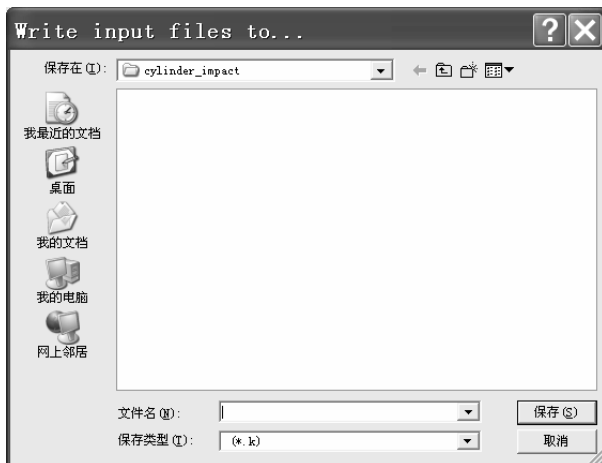

图 3-193 “Write input files to...” 窗口
(2) 在“Input files to be Written for LS-DYNA”窗口中“Write results files for...”后的方框中选择“LS-DYNA”（单击该方框后的倒立三角形来选择），再单击“Write input files to...”后的“Browse...”按钮，弹出“Write input files to...”窗口（见图 3-193）。